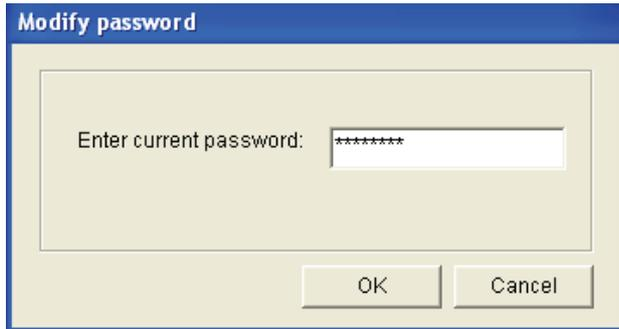

figure 8.21: Fenêtre de saisie de mot de passe
- 1 Depuis le menu principal, cliquez sur le bouton Modify password. La fenêtre suivante s'affiche (voir figure 8.21).